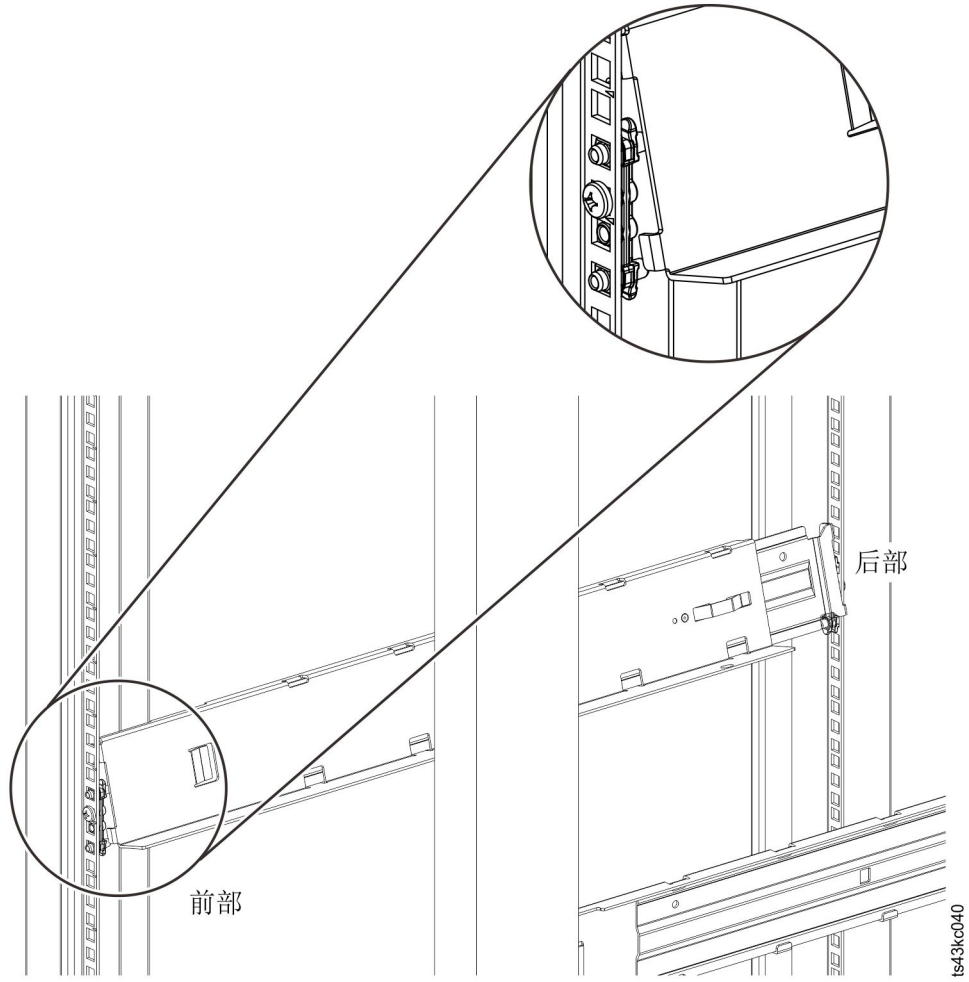

图 40. 将导轨安装到接口
- d. 将 LH 机架安装导轨安装到接口。请参阅第 45 页的图 40。